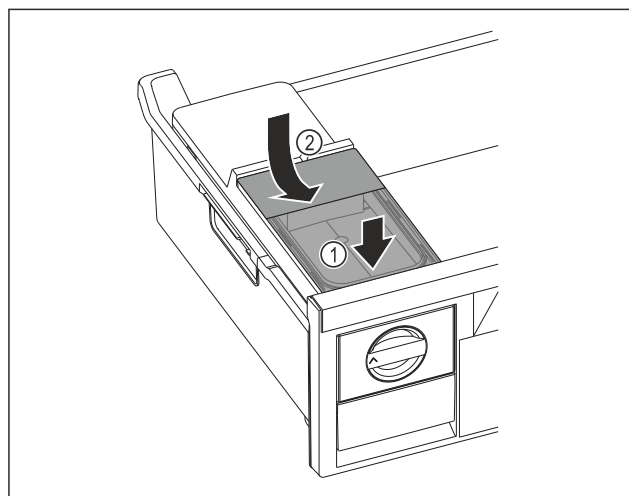

Fig. 129
- ▶ Zbiornik wody wsunąć od przodu. Fig. 129 (1)
- ▶ Zbiornik wody opuścić z tyłu. Fig. 129 (2)